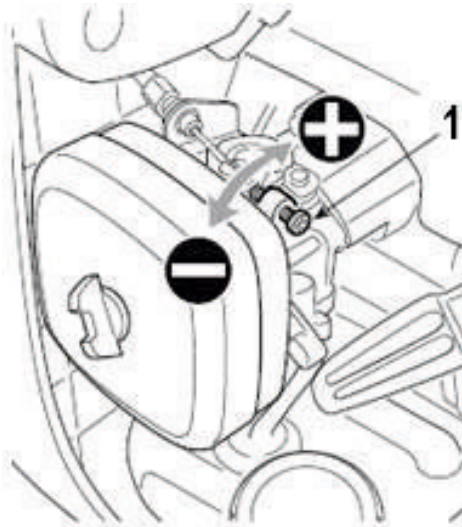

Рисунок 22
Регулировка выполняется с помощью винта (1) после запуска двигателя и выдержки его на холостом ходу в течение нескольких минут (рис.22):